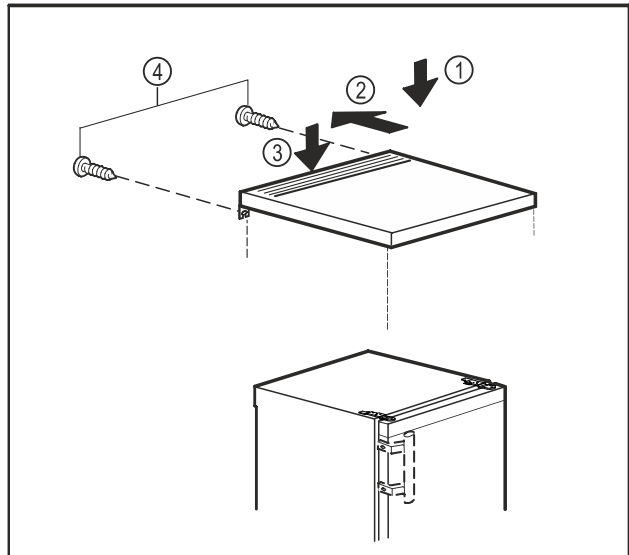

Fig. 11
- ▶ Aseta pöytälevy laitteen päälle. Fig. 11 (1)
- ▶ Työnnä pöytälevyä taaksepäin. Fig. 11 (2)
- ▶ Paina pöytälevyä takaa alaspäin. Fig. 11 (3)
- ▶ Kierrä takapuolella olevat ruuvit kiinni. Fig. 11 (4)